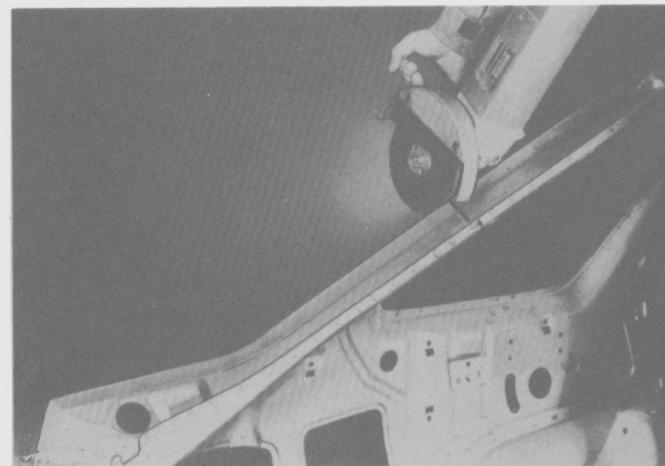

Fig. 250
- Marcar el gotero según el daño y cortar a lo largo de la línea (Fig. 250).